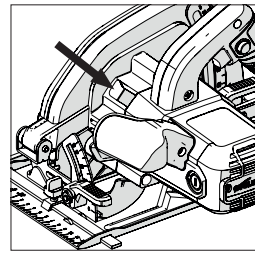

Fig. 3
- Localizzare il pulsante di blocco mandrino (posizionato in modo simile su tutti i modelli). Bloccare il mandrino della sega mettendo in funzione detto pulsante di blocco. **(Fig. 3)**.